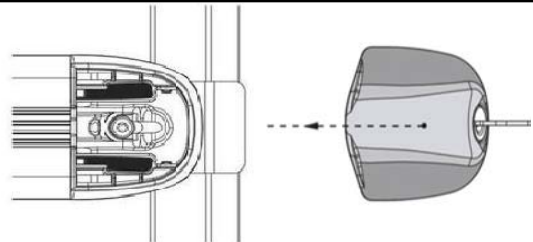

Fig 7
7. Re-Install the locking covers: there are two designated channels on the End Supports into which the cover ribs locate. (Fig 7). Insert the Cover into the End Support by sliding it through the channels until they positively engage. Then re-lock the covers to fasten.
7. Réinstaller les couvercles verrouillables : les deux rainures sur les supports d'extrémité sont conçues pour permettre l'insertion des nervures des couvercles (Fig. 7). Insérer le couvercle dans le support d'extrémité en le faisant glisser dans les rainures jusqu'à ce qu'il se positionne correctement. Puis verrouiller les couvercles pour les fixer correctement.